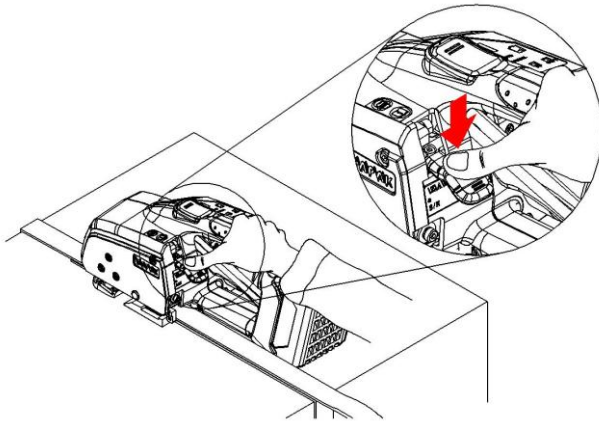
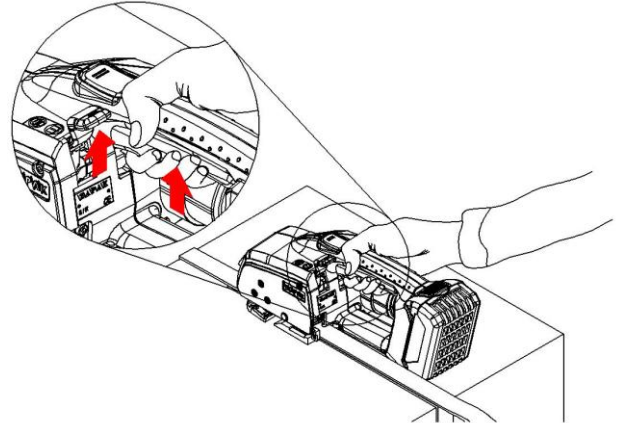

ABBILDUNG 14. Drücken Sie den Verschweißhebel herunter, um mit dem Verschweißen zu beginnen
ABBILDUNG 15. Ziehen Sie den Betriebshebel nach oben. Der Verschweißhebel springt automatisch in die Position „AUS“.
Drücken Sie den Verschweißhebel vollständig nach unten (ABBILDUNG 14), um mit dem Verschweißen zu beginnen. Das Verschweißen endet automatisch, wenn die eingestellte Verschweißzeit erreicht ist. Während eines Verschweißvorgangs zählt die LED-Anzeige auf „0“ herunter, gefolgt von einem kurzen Signalton, welcher das Ende des Abkühlvorgangs signalisiert. Je länger die Schweißzeit ist, um so länger kann der Abkühlvorgang dauern. Das Schneiden wird zum Ende des Schweißens durchgeführt. Ziehen Sie den Betriebshebel (4) nach oben, um das Werkzeug zu entfernen. Der Verschweißhebel springt automatisch in die Position „AUS“ wie in ABBILDUNG 15 gezeigt.